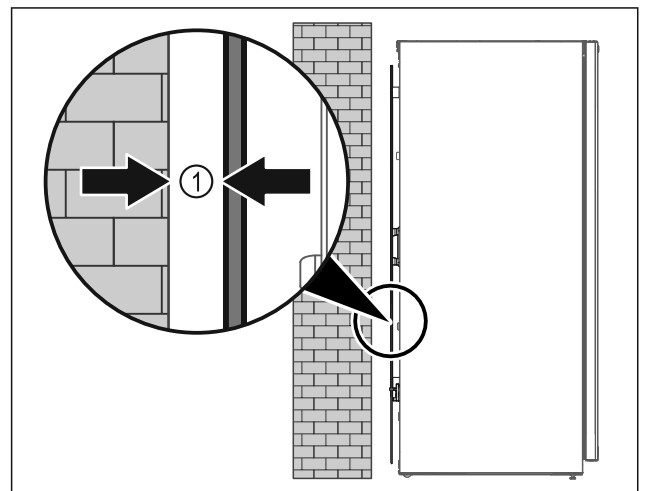

Fig. 9
- Prietaisą galima statyti arba laisvai patalpoje, arba prie pat sienos min. 5 mm Fig. 9 (1) atstumu.